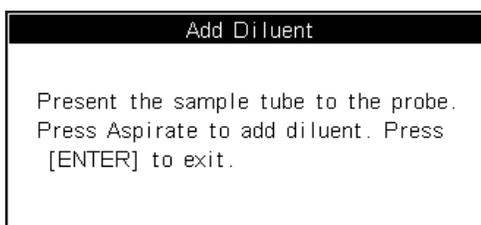

Рисунок 9-3 Добавление дилуэнта
3. Нажмите [DILUENT] и появится сообщение, которое проинструктирует Вас как диспенсировать дилуэнт(рис. 9-3);